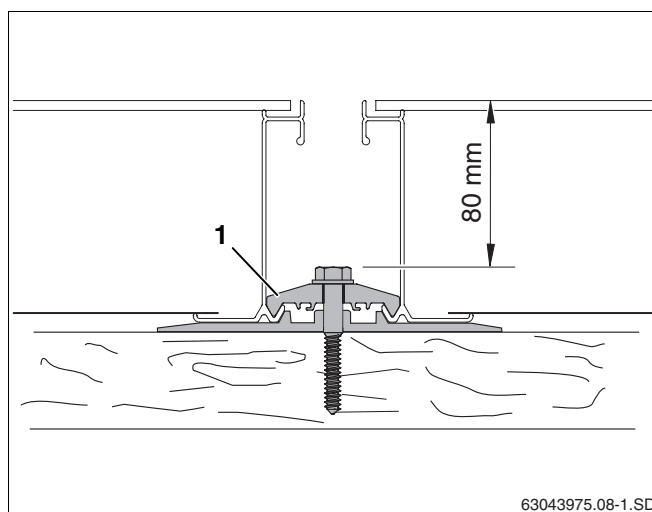

Рис. 29 Затягивание двухстороннего прижима
- Затянуть винт двухстороннего прижима (рис. 29, **поз. 1**). Для этого понадобится удлинитель, длиной минимум 80 мм.